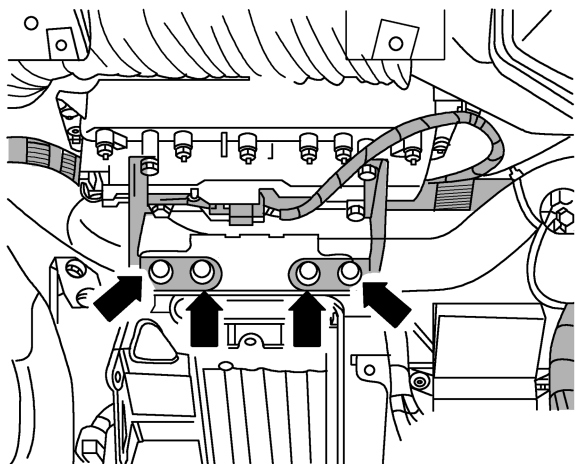

图 6-2-14 旋出仪表板中央管道上的螺栓
2) 如图 6-2-14 中箭头所示，旋出仪表板中央管道上的螺栓。